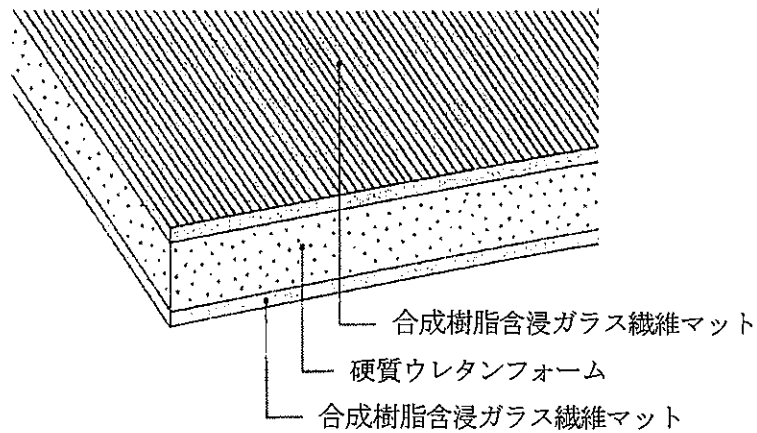

図3 硬質ウレタンフォーム保温板の断面構成
断熱材	<p>以下の硬質ウレタンフォーム保温板を2枚以下の重ね張り</p> <p>硬質ウレタンフォーム保温板： 厚さ 20.0 (-2.0) ~100.0 (+2.0) mm 質量 1000 (-100) ~4400 (+100) g/m² (1層当り) 合成樹脂含浸ガラス繊維マット：厚さ 0.3mm、質量 95 (±10) g/m² (片面当り) ガラス繊維マット：質量 45 (±5) g/m² (アクリル系バインダー15質量%含む) 変性エチレン系樹脂：質量 50 (±5) g/m²</p> <p>硬質ウレタンフォーム： 厚さ 20.0 (-1.0) ~100.0 (+1.0) mm、密度 40 (±5) kg/m³ ポリオール：イソシアネート=40 (±5) :60 (±5) 発泡剤：炭化水素系発泡剤 酸素指数 21.3 以上</p> <p>・硬質ウレタンフォーム保温板の断面構成を図3に示す。 硬質ウレタンフォーム保温板相互及び下面の接着は以下(1)、(2)のいずれか一仕様とする。</p> <p>(1) 改質アスファルト：固形量 500~1500g/m² (1層当り) (2) 防水工専用アスファルト：固形量 500~1500g/m² (1層当り) (引火点 280~350℃ (JIS K 2207 による)) (3) アクリル系接着剤：固形量 100~1000 g/m²、有機質 48 質量%以下 (1層当り)</p>